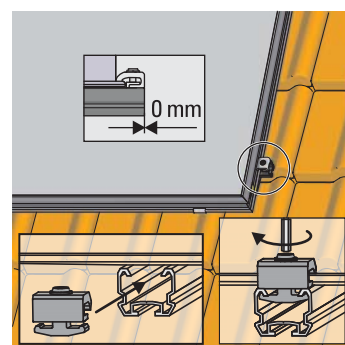

Fig. 3-21 Controllare la posizione di montaggio corretta, inserire la piastrina di bloccaggio singola nella guida di montaggio inferiore e avvitare saldamente
5. Spostando lateralmente il collettore piano, disporlo di fronte alle due estremità esterne di sinistra delle guide profilate di montaggio fino a ottenere una distanza di circa 25 mm tra il profilo del collettore e il bordo esterno delle guide (fig. 3-21).
Spingere la piastrina di bloccaggio singola lateralmente nella guida profilata di montaggio (bordo a filo) e avvitare saldamente con una chiave a esagono cavo (fig. 3-21).